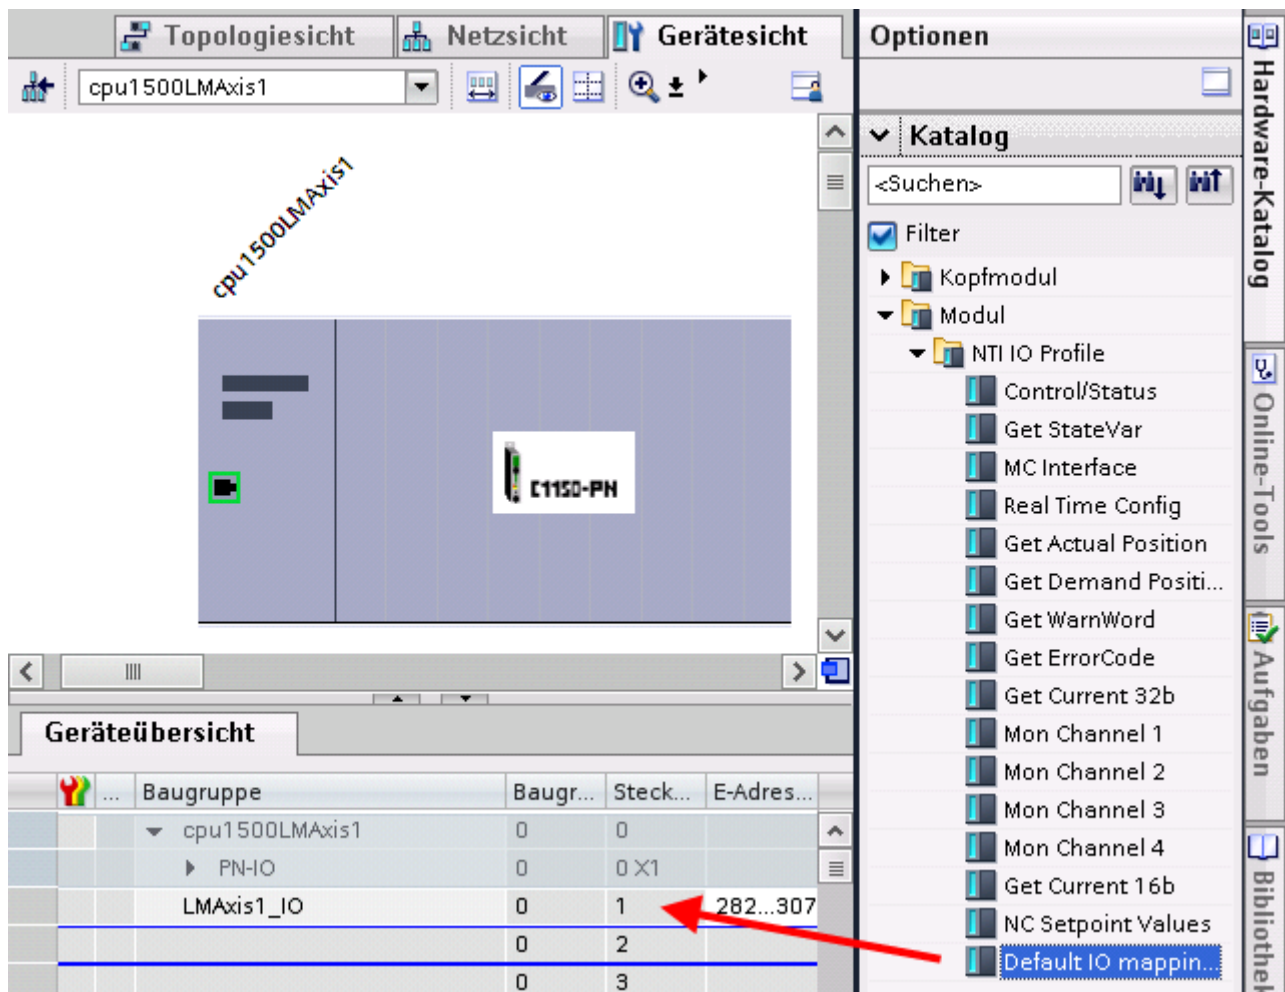

Abbildung 4: TIA Portal Gerätesicht, Einfügen des "Default IO mapping with Config" Modul
- Anschliessend wird (falls nicht bereits vorhanden) das „Default IO mapping with Config“ Modul wie in Abbildung 4 in Steckplatz 1 eingefügt und ihm ein eindeutiger Name zugewiesen (Bsp. LMAxis1_IO).